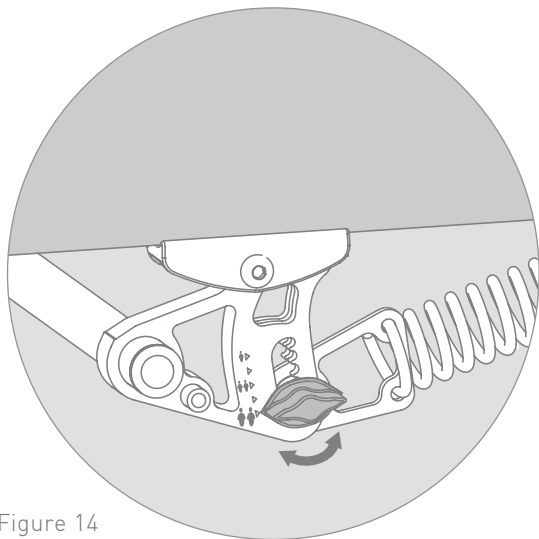

Figure 14
1. There are 5 marked adjustment set points (Figure 14). Rotate adjustment knob to set suspension. Top position for lightest loads, bottom position for heaviest loads. Trailer should be used with left and right suspension set the same.
1. Il y a 5 points de réglage marqués (Figure 14). Tournez le bouton de réglage pour définir la suspension : position haute pour les charges les plus légères, position basse pour les charges les plus lourdes. La remorque doit être utilisée avec les mêmes réglages pour les suspensions gauche et droite.
1. Es gibt fünf gekennzeichnete Einstellpunkte (Abbildung 14). Drehen Sie den Einstellknopf, um die Federung einzustellen. Obere Stellung für leichteste Ladungen, untere Stellung für schwerste Ladungen. Der Anhänger ist nur zu benutzen, wenn die linke und rechte Federung gleich eingestellt sind.